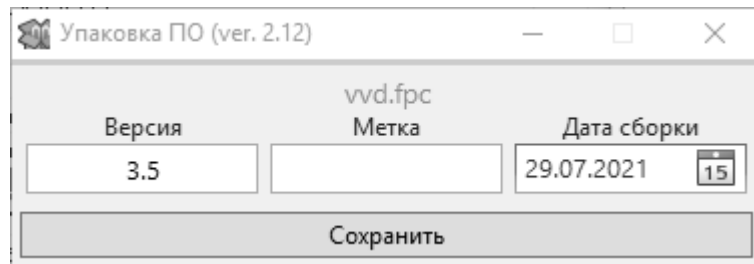

Рисунок 2.5 - Окно упаковки ПО
- В открывшемся окне в поле «Версия» вписать требуемый номер версии. Нажать кнопку «Сохранить» (рисунок 2.5 – номер версии указан для примера);